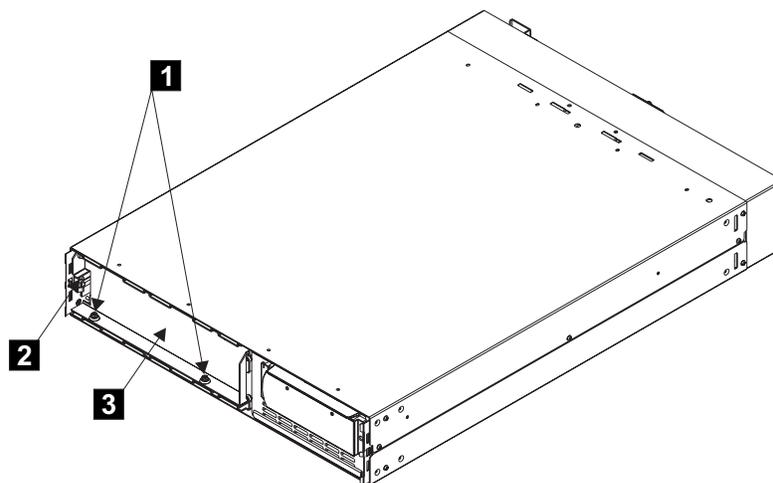

図 273. バッテリー保持ブラケットの取り付け
3. 図 273 に示すように、以下のステップを実行してバッテリー保持ブラケットを取り外します。